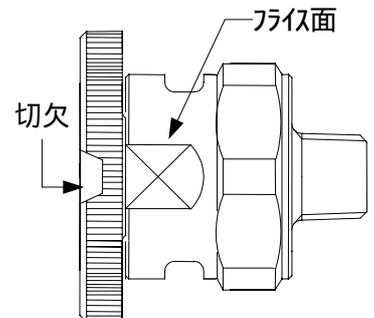

図4. 組付図
- iii. 組付け時、本体のひねりが不十分ですと脱落の原因になりますので、注意して下さい。正しい組付け状態は図4となります。フライス面と切欠を合わせるようにして下さい。